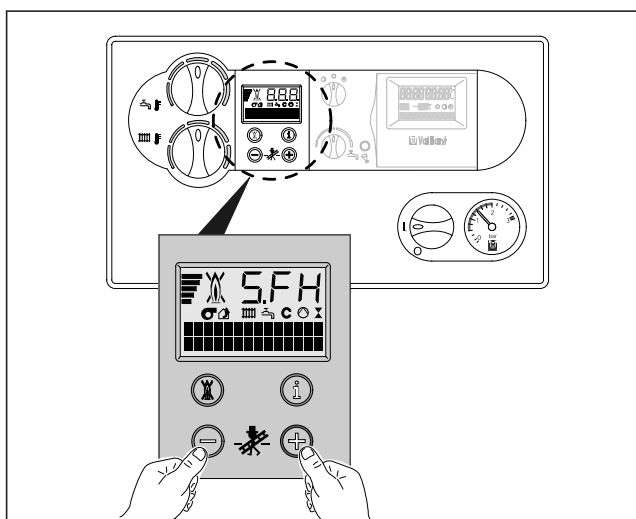

Fig. 3.11 Analisi di combustione (sul sistema DIA)
- Attivare il funzionamento di servizio per spazzacamino, premendo contemporaneamente i tasti "+" e "-" del sistema DIA (fig. 3.11).
- Effettuare le misurazioni nel condotto fumi sul bocchettone di controllo (1) (fig. 3.11). Effettuare le misurazioni nel condotto aria sul bocchettone di controllo (2).